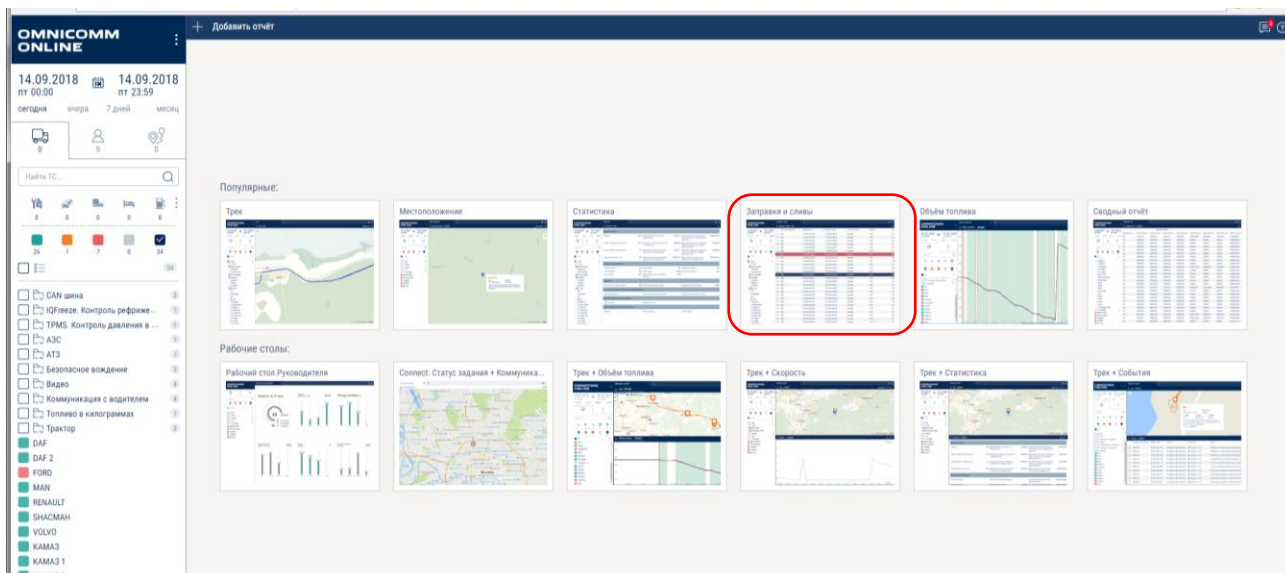

Рисунок 1.23 – Выбор вкладки **Заправки и сливы**
17. Перейдите во вкладку **Заправки и сливы** (рисунок 1.23).